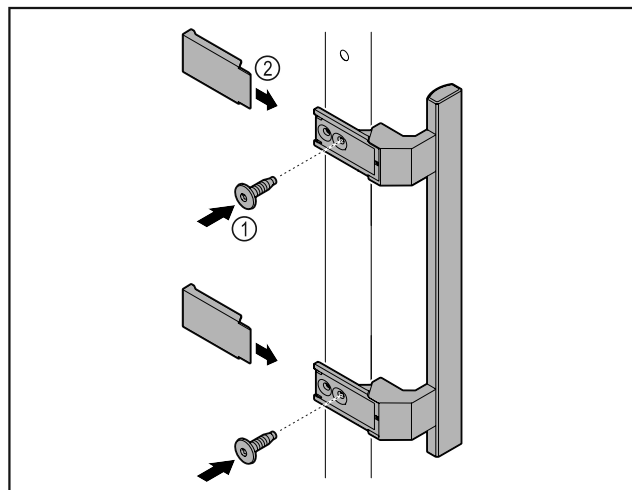

Fig. 42
- ▶ Установите на двери ручку из набора принадлежностей, используя прилагающиеся винты Fig. 42 (1).
- ▶ Установите крышку Fig. 42 (2).